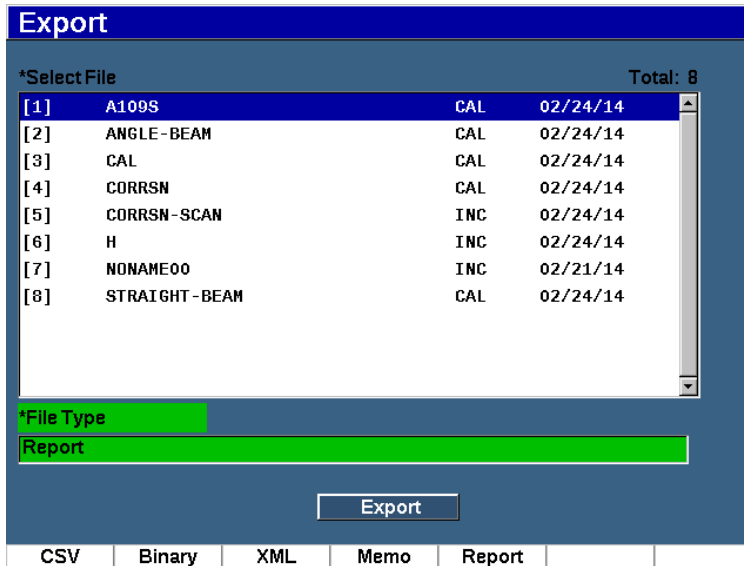

Figura 10-19 Pagina di configurazione Esporta
1. Premere **Esporta** (Export), [tasto P2] per visualizzare la pagina di configurazione **Esporta** (vedere Figura 10-19 a pagina 242).